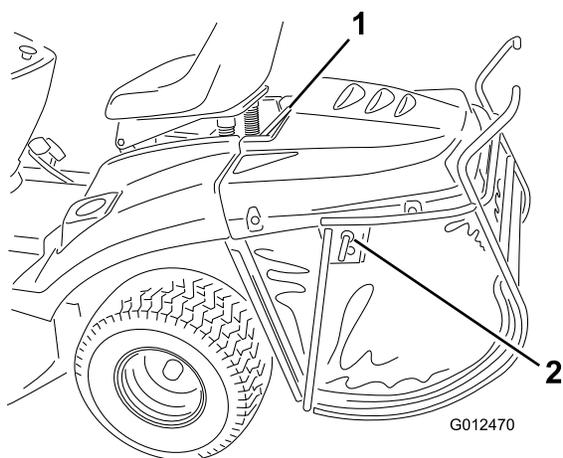

Figura 16
1. Si el pasador de bloqueo está en la posición de bloqueado, desbloquéelo (Figura 16).